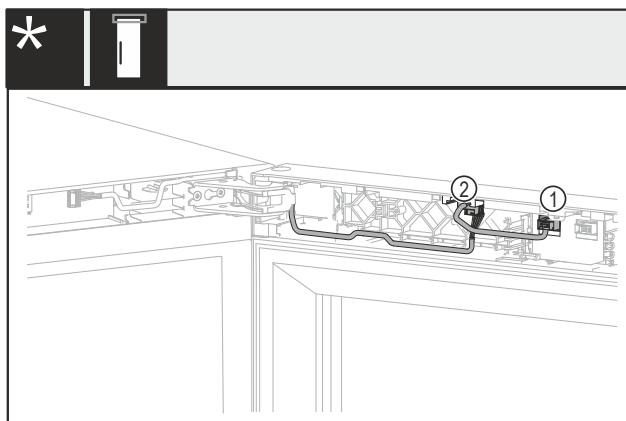

Fig. 17 Sin candado o con candado mecánico\*
- Extraiga el conector macho Fig. 17 (1).\*
- Extraiga el conector macho Fig. 17 (2).\*